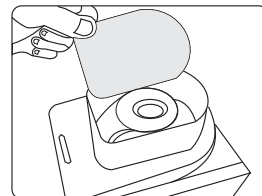
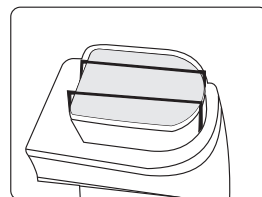

Fig. 1
Fig. 2
B. Remova a unidade principal e vire-a, coloque o filtro sobre a resistência (Fig. 1) e use o clip de metal fornecido para fixá-lo (Fig. 2). Recoloque a unidade principal em sua posição original.